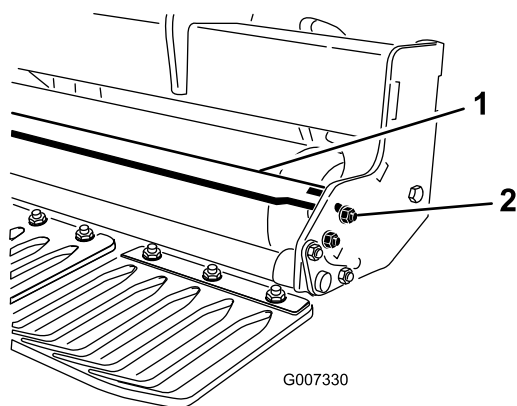

Figure 13
1. Desserrez les fixations de chaque extrémité du racloir à la languette de fixation du racloir (Figure 13).